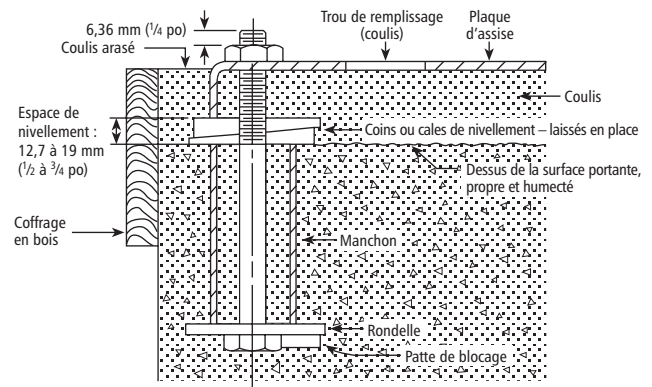

Figure 3
- Il est recommandé de remplir de coulis le vide entre la plaque de base et le massif (surface portante) de béton. Le massif doit reposer sur une semelle de fondations solide. (Voir la figure 3.)